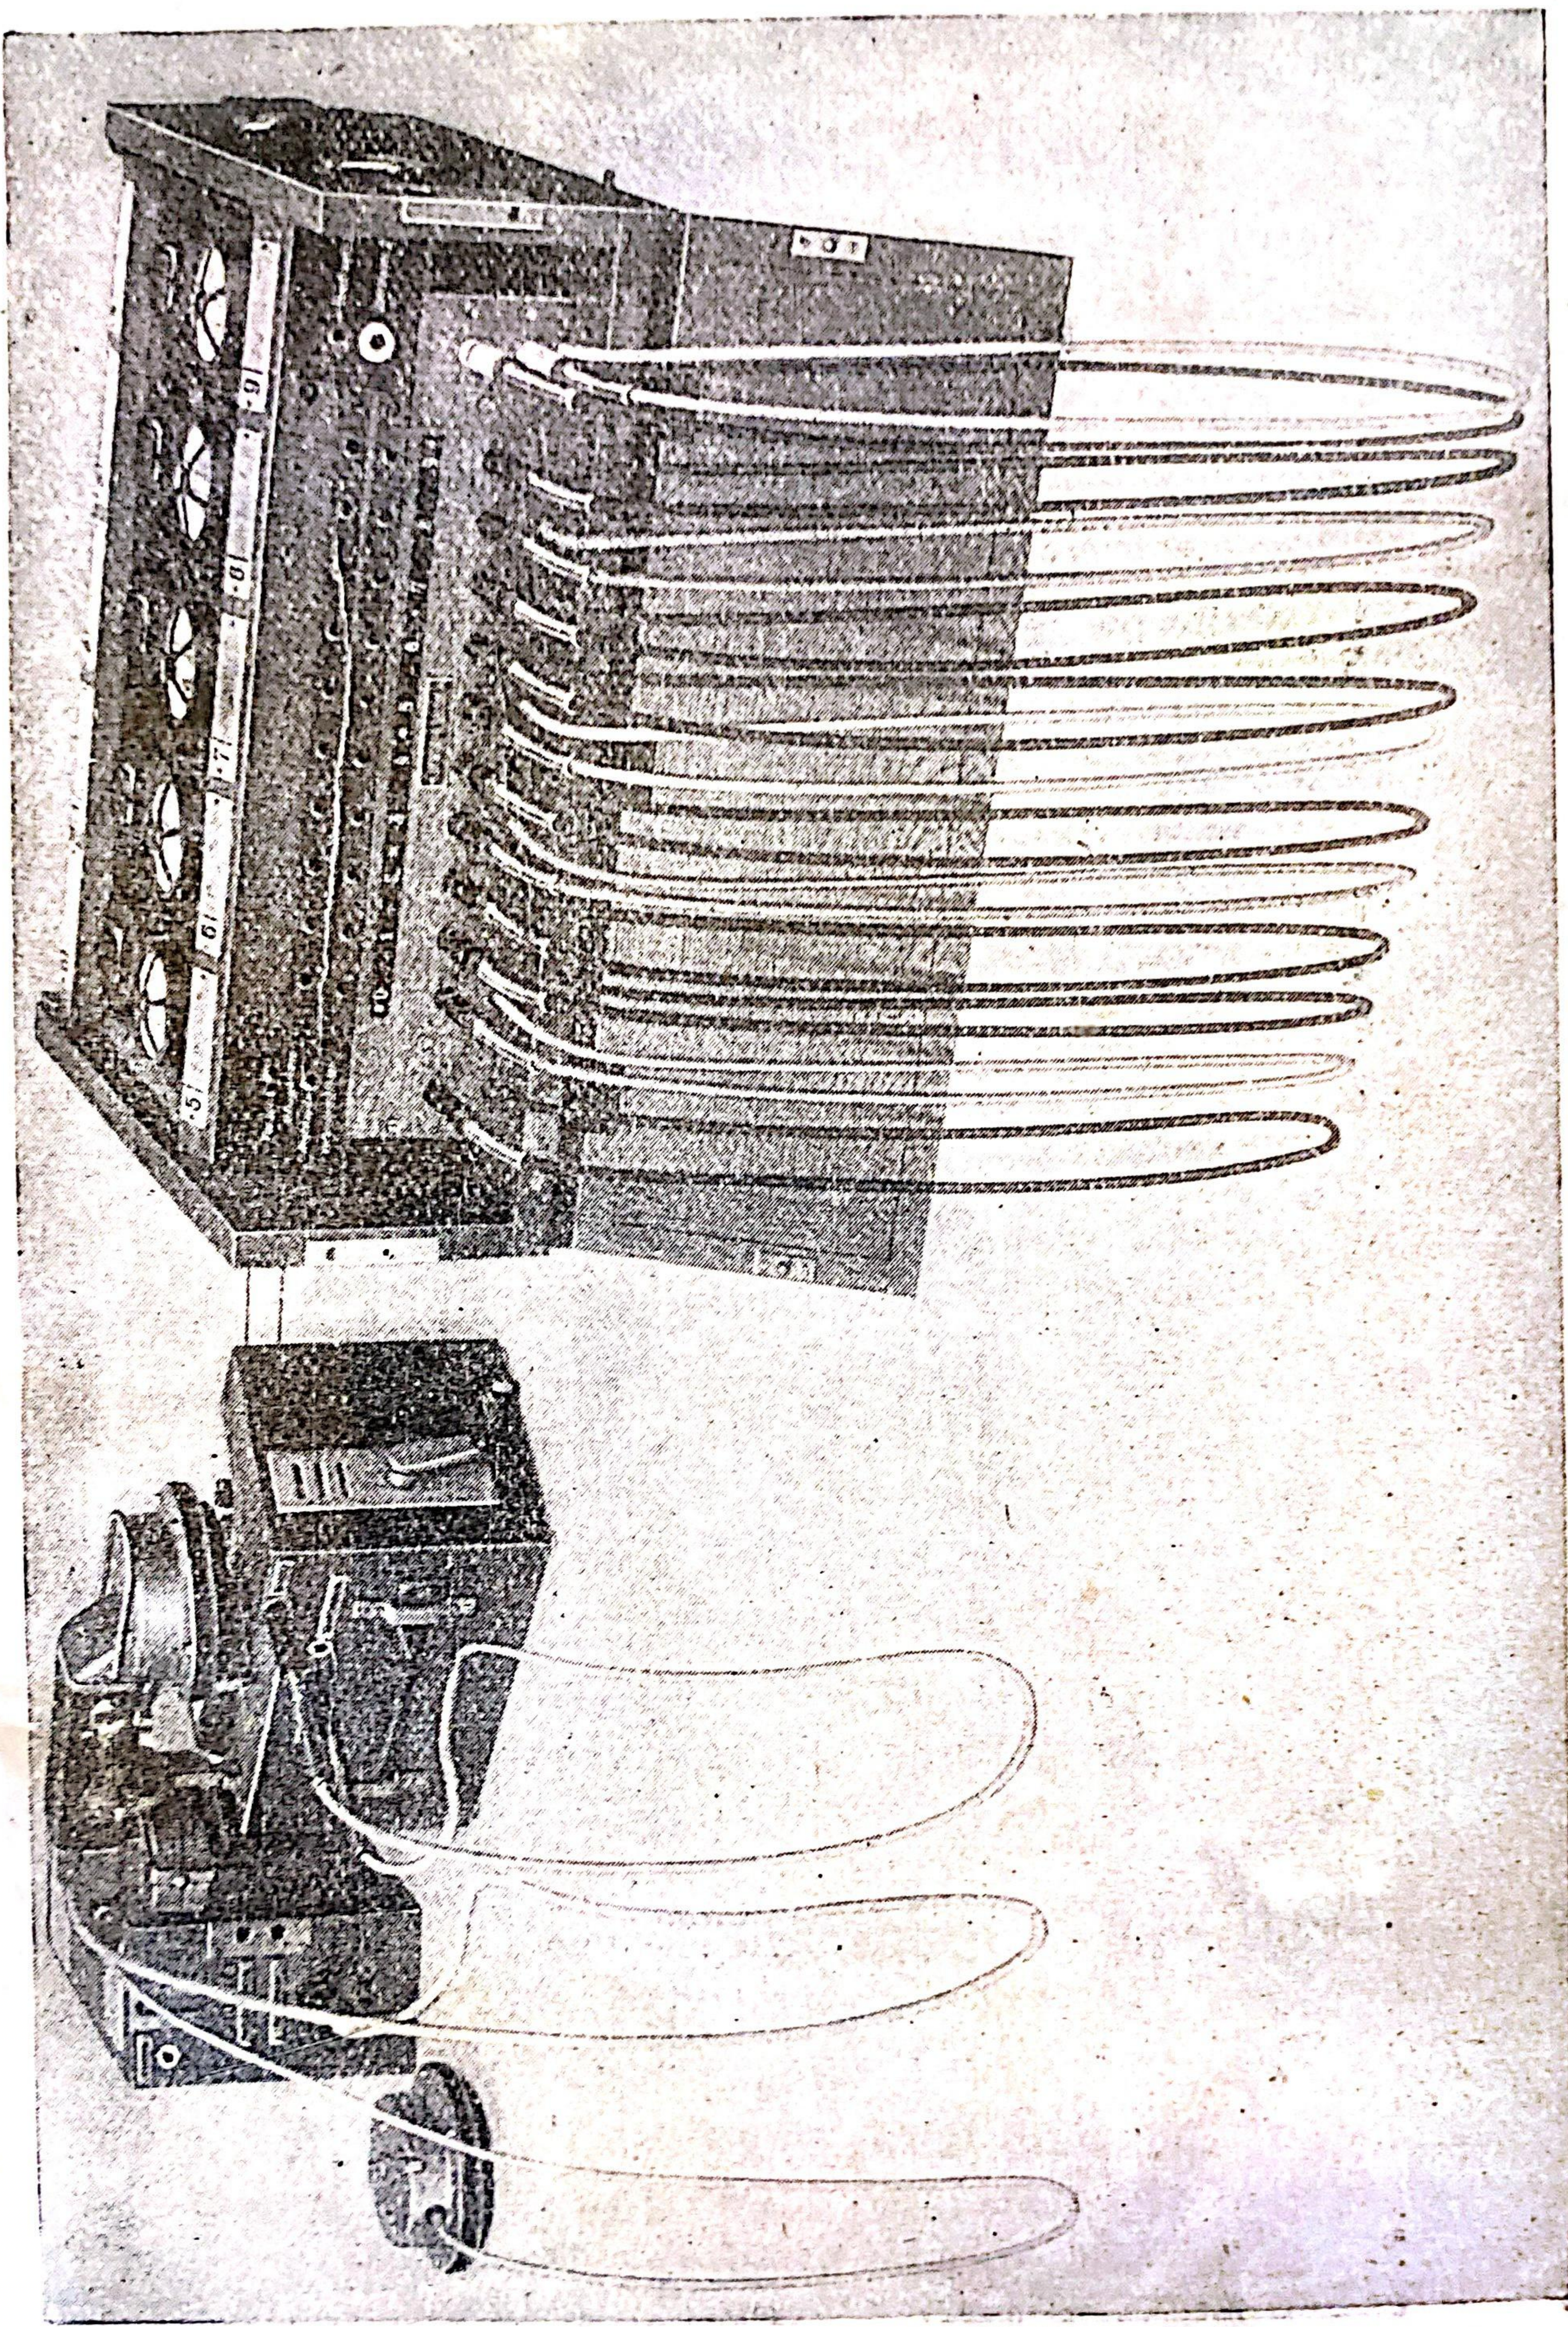

Bild 4. Der Summerschauzeichenschrank n. A.
9. Der Summerschauzeichenschrank neuer Art (Bild 4 und 5) ist für 10 Leitungsanschlüsse eingerichtet und besteht aus:
12. Für die Schrankbedienung ist ein Abfrageapparat an dem mit „Ab A“ bezeichneten Klemmenpaar anzuschalten. Als Abfrageapparat wird ein Armeefernsprecher mit Feldsprechbatterie 16 verwendet, wenn alle Gegensprechstellen Summeranruf haben. Besitzen einige Stellen Induktor-, die anderen Summeranruf, so ist als Abfrageapparat ein Armeefernsprecher mit Zusatzkasten und Feldsprechbatterie zu benutzen (Bild 4).